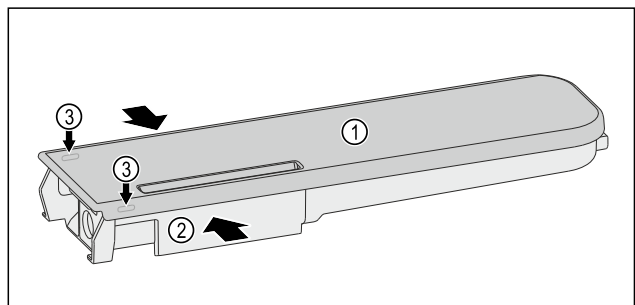

Fig. 173
- ▶ Nyomja össze a víztárolót Fig. 173 (2), és óvatosan emelje le, a fedelet Fig. 173 (1) a reteszelő fülekről Fig. 173 (3), majd húzza fel.
- ▶ Mozgassa óvatosan oda-vissza a fedelet Fig. 173 (1), majd könnyed mozdulattal vegye le felfelé.